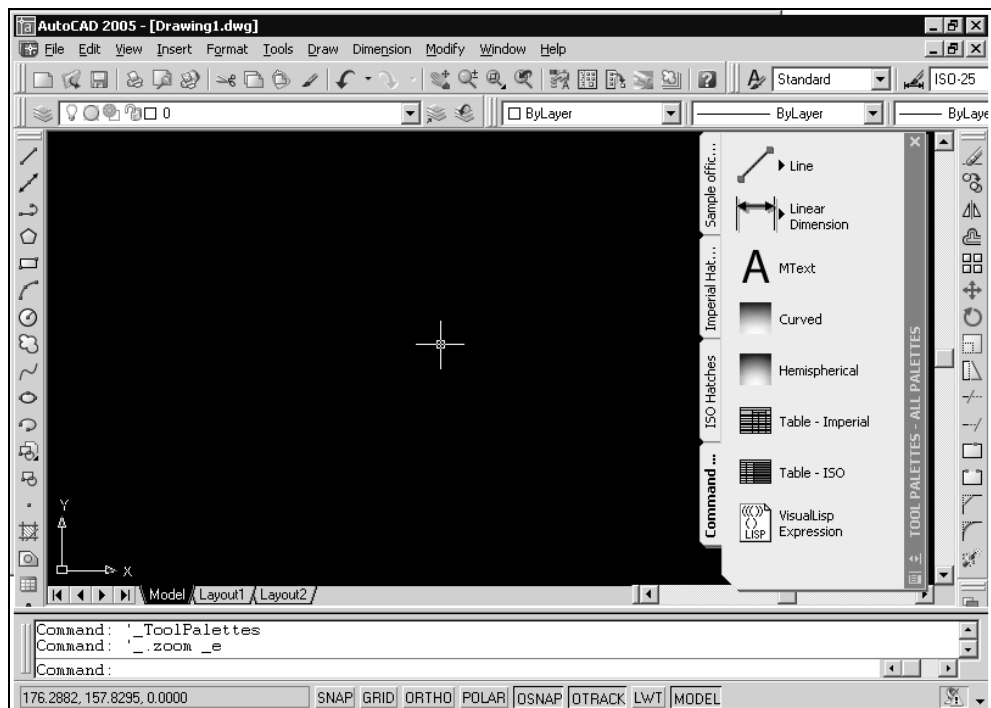

Рис. 1.1. Графическое окно программы
1. В обычном варианте загружается графическое окно программы (рис. 1.1) с шаблоном Acadiso.dwt (метрические единицы измерения). Он задает точность единиц измерения с четырьмя знаками после запятой, лимиты чертежа — прямоугольную границу зоны черчения размером 420×297, что соответствует формату A3, шаг сетки и дискретного движения курсора 10×10. Под шаблоном в AutoCAD понимается рисунок, содержащий необходимые настройки и используемый для создания других рисунков.
После загрузки программы одним из упомянутых способов появляется графическое окно AutoCAD (см. рис. 1.1), которое содержит основные элементы интерфейса и область, где выполняется черчение.
- ☐ щелкните мышью на кнопке **Close** (Заккрыть) в правом верхнем углу окна AutoCAD (см. рис. 1.1);